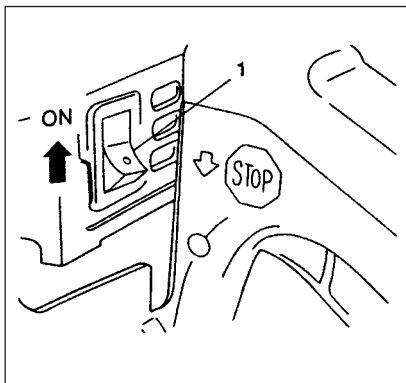

Fig. 2-2
Start (Fig. 2-2, 2B, 3, 4, 4B)
1. Sett tenningsbryteren (1) i posisjon ON (PÅ). (Fig. 2-2)